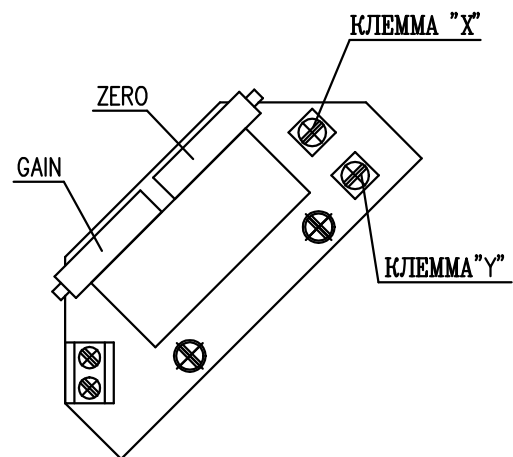

Рис. 6
EPV - 2-проводниковое включение (рис.6)
- Установите датчик сопротивления на основании инструкций в предыдущей главе так, что величину сопротивления измеряйте на клеммах X-Y (рис.6). (употреблен датчик с сопротивлением 100Ω)
- Поворачиванием устанавливающего триммера ZERO (рис.6) установите величину выходного сигнала тока, измеряемого на клеммах 81-82, на величину 4 мА.
- Поворачиванием устанавливающего триммера GAIN (рис.6) установите величину выходного сигнала тока, измеряемого на клеммах 81-82, на величину 20 мА.